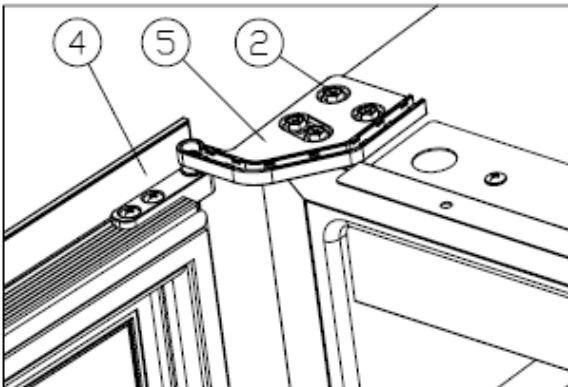

Figure 6
Tournez la porte (4) de 180 degrés, et insérez la charnière inférieure droite (5), vissez les vis M5\*16 (2). [Figure 6]